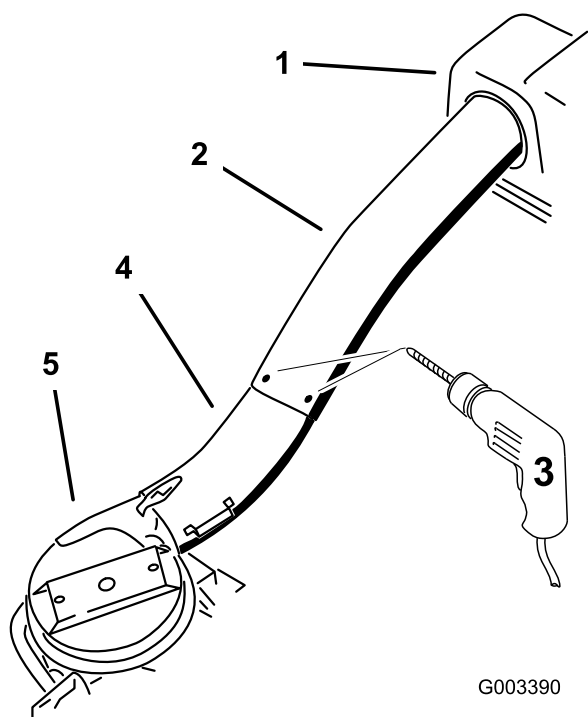

Figura 29
12. Usando los tres taladros o muescas del tubo superior como guía, perfora tres taladros (7/32" de diámetro) en el punto de unión de los tubos superior e inferior (Figura 29).